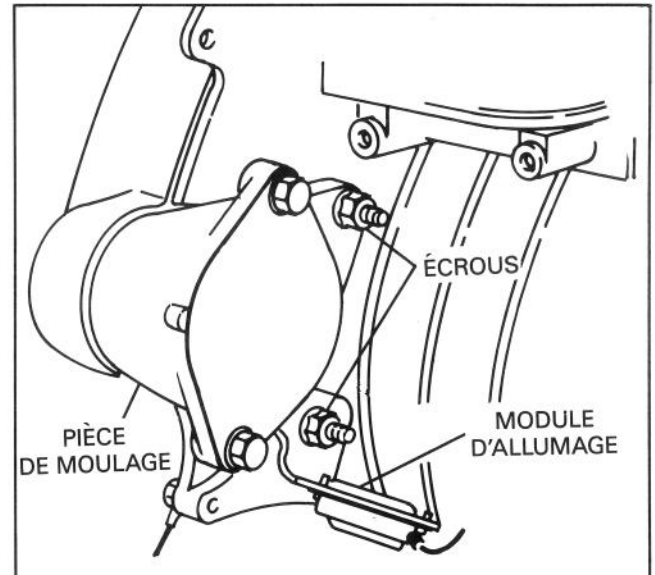

Figure 2
2. Sur certains modèles, une pièce de moulage supplémentaire se trouve à l'endroit de montage du démarreur; celle-ci doit être retirée pour que le démarreur puisse être posé (fig. 2). Retirez les deux écrous à embase M8 et le support du module d'allumage, sortez la pièce de moulage et jetez-la. Démontez le module d'allumage du support de montage, mettez le module de côté et jetez le support (fig. 2).